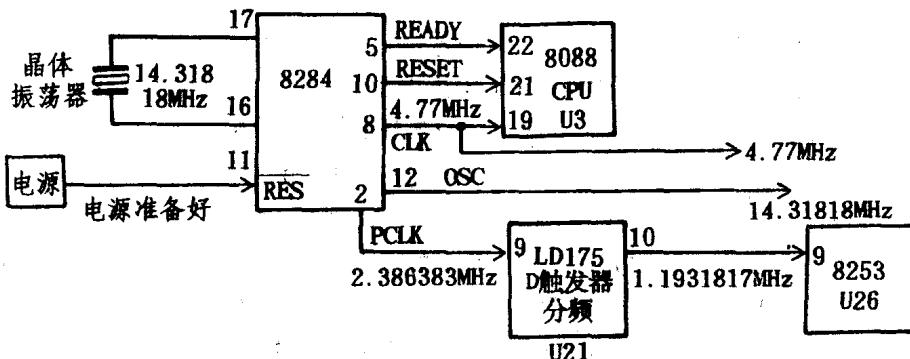

图 1-1 CPU 时钟电路
(1) 用示波器测量 8284 的晶振输入脚 X1、X2 (16、17 脚)，它的振荡频率为 14.31818MHz (见图 1-1)。此频率经过 8284 内部三分频，产生 4.77MHz 系统时钟 CLK88 (占空比 1/3)(8 脚)，再对 CLK88 进行二分频得到 PCLK (频率为 2.385MHz, 占空比 1/2)。
(2) 系统加电后，8284 的 RES (11 脚) 得到 50μs 低电平的“电源准备好”信号。在 8284 内部，RES 信号被时钟同步而得高电平的 RESET 信号 (10 脚)，使系统复位。